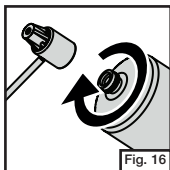

Fig. 16
- Détachez la bouteille de propane du détendeur puis rebouchez la bouteille de propane. (Fig. 16)